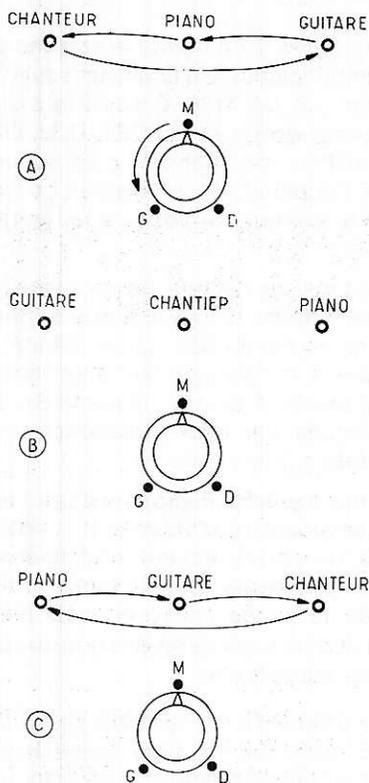

Figure 2
Tout le montage est symétrique. Les effets spéciaux sont obtenus en agissant sur les potentiomètres conjugués R14A - R14B et R15A - R15B. Le potentiomètre double R15A - R15B permet l'effet de rotation et le potentiomètre double R14A - R14B permet l'effet de mélange et de permutation des canaux. Ces potentiomètres doivent être linéaires obligatoirement, pour obtenir correctement les résultats attendus. A la **figure 2** on montre les effets de rotation.
Voyons, ce qui se passe si le bouton est tourné vers les positions extrêmes. En (A) de la figure 2, le bouton est tourné à fond dans le sens trigonométrique (opposé à celui horaire). On entend alors les musiciens comme suit : le chanteur se trouve (en apparence) à gauche, le pianiste au milieu et le guitariste à droite.